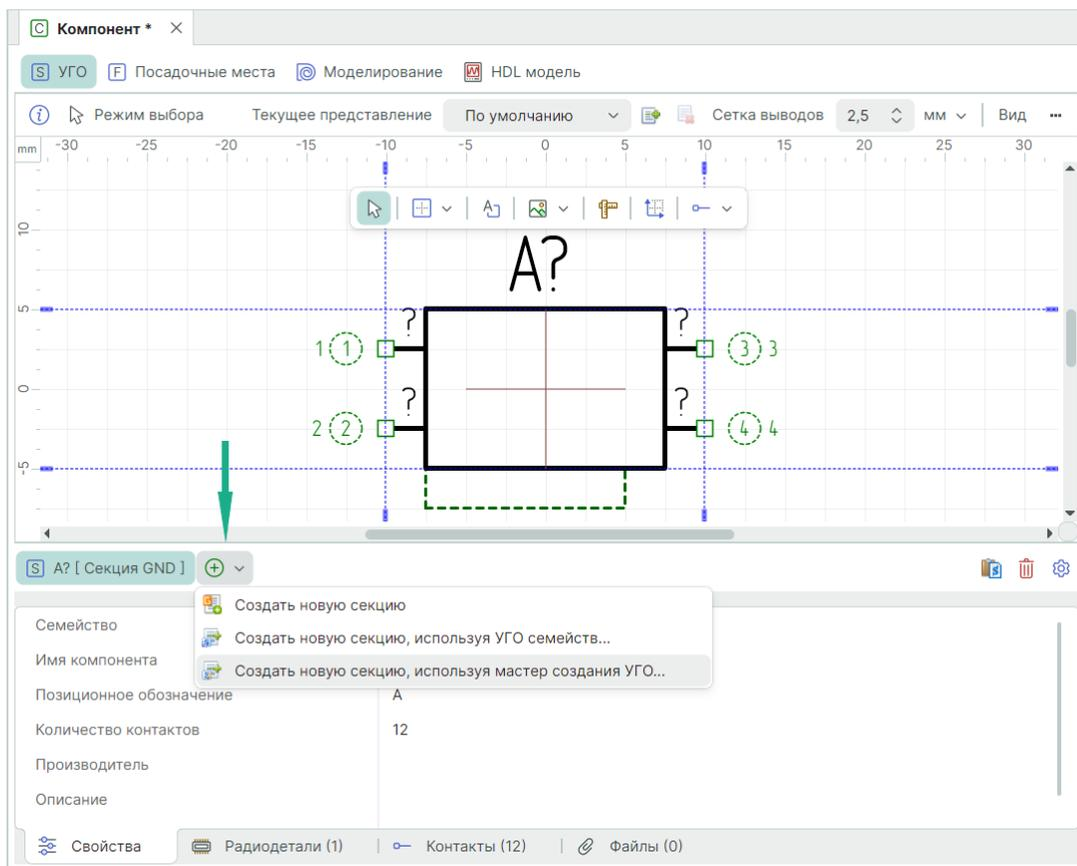

Рис. 232 Запуск мастера создания УГО
1. Нажмите иконку создания новой секции и в открывшемся меню выберите пункт «Создать новую секцию, используя мастер создания УГО...», см. Рис. 232.